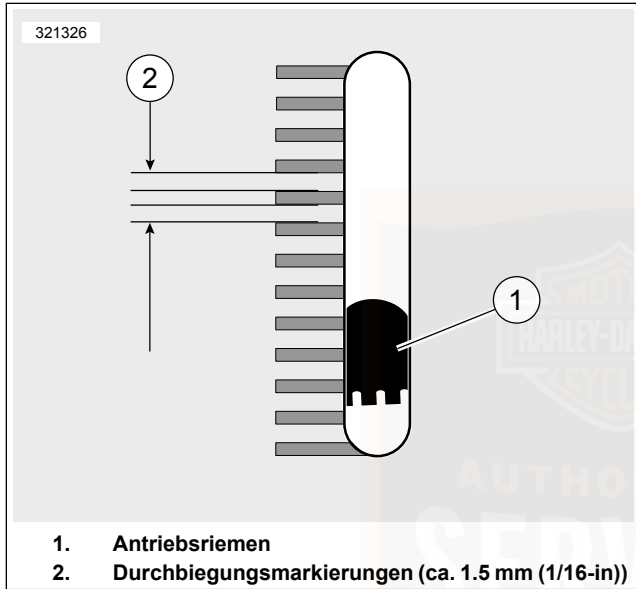

Abbildung 107. Sichtfenster der Riemendurchbiegung
- c. **Alle anderen Modelle:** Die Riemenhalterung (2) gegen die Unterseite des Antriebsriemens auf halbem Wege zwischen den Antriebsriemenscheiben anordnen.
- d. Den Knopf (6) nach oben drücken, bis der O-Ring nach unten auf die Markierung 4,54 kg (10 lb) (5) rutscht; dort festhalten.
- a. **Modelle mit Riemendurchbiegungs-Sichtfenster:** Siehe Abbildung 107. Die Riemendurchbiegung durch das Riemendurchbiegungs-Sichtfenster messen und dabei das Prüfgerät ruhig halten. Jede Durchbiegungseinteilung entspricht ungefähr 1,6 mm (1/16 in) .